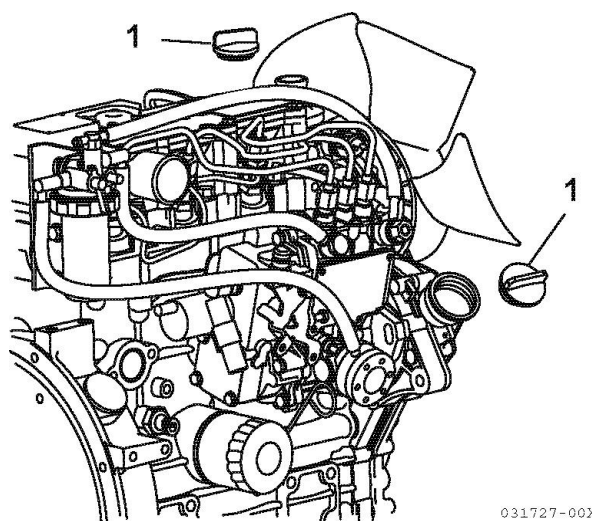

Рисунок 1
4. Снимите одну из крышек маслосливной горловины (1, рисунок 1), чтобы проветрить картер двигателя и обеспечить свободный слив моторного масла.